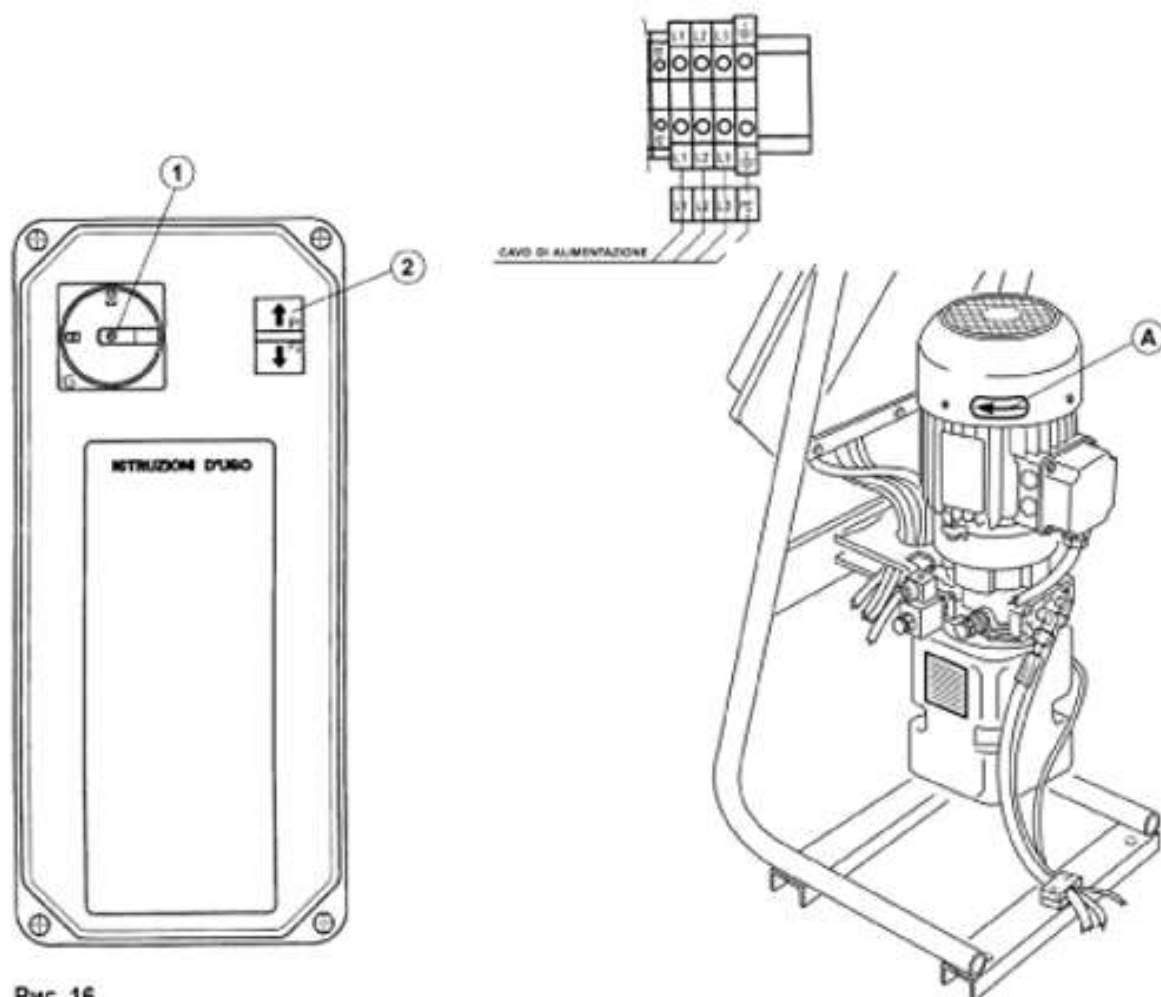

Рис. 16
- Зафиксируйте кабель на колодке, в соответствии с рис. 16.
- Поверните главный выключатель (1) в положение «1». Нажмите кнопку (2) и проверьте, чтобы направление вращения совпадало со стрелкой на корпусе электродвигателя. Если направление не совпадает, переключите две фазы на электродвигателе.
- Присоедините пневмолинию к точке (A) трубкой (1) к соленоидному клапану EV2.